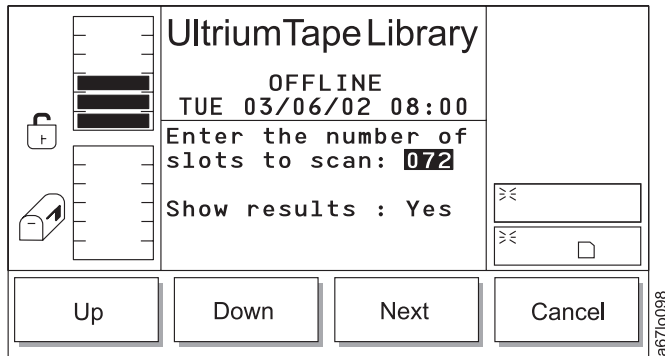

Abbildung 122. Dialog für Fachauswahl
- Wird **OK** ausgewählt, werden die Felder akzeptiert, und der Dialog für Fachauswahl erscheint (siehe Abb. 122 auf Seite 140).
Tabelle 71. Übersetzung von Abb. 122, Dialog für Fachauswahl
- Wird **Next** ausgewählt, wird das nächste Feld in der Liste zum aktiven Feld (siehe Abb. 122 auf Seite 140).